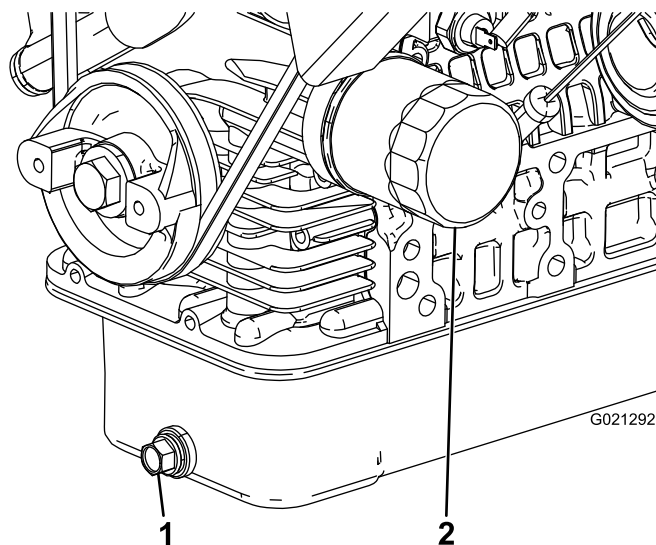

図 37
2. ドレンプラグを外してオイルを容器に受ける(図 37)。
4. オイルフィルタを外す 図 37。